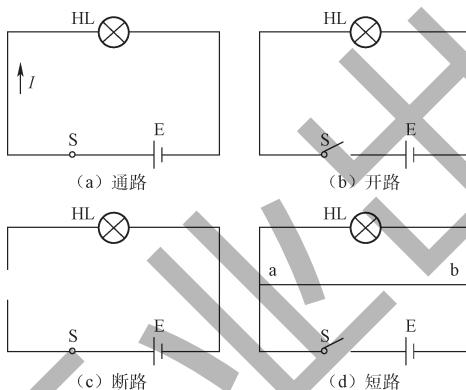

图 2-14 电路的工作状态
如图 2-14 所示，电路有如下四种状态：
- (1) 图 2-14 (a) 中，开关 S 闭合，电路中有电流产生，电路处于通路工作状态，称为通路；
- (2) 图 2-14 (b) 中，开关 S 断开，电路中无电流通过，称为开路；
- (3) 图 2-14 (c) 中，在通路状态下，导线由于某种原因断开的情况下，称为断路；
- (4) 图 2-14 (d) 中，在通路状态下，用导线 ab 将电阻 R 两端直接相连的情况下，称为短路。